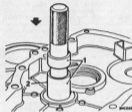

Abb. F.26
51. Werkzeug 18G 1126 mit seiner äußeren Hülse verwenden und Mittellaufrollenlager bis auf die durch die Nulle bestimmte Tiefe in das Gehäuse einreiben, Abb. F.26.